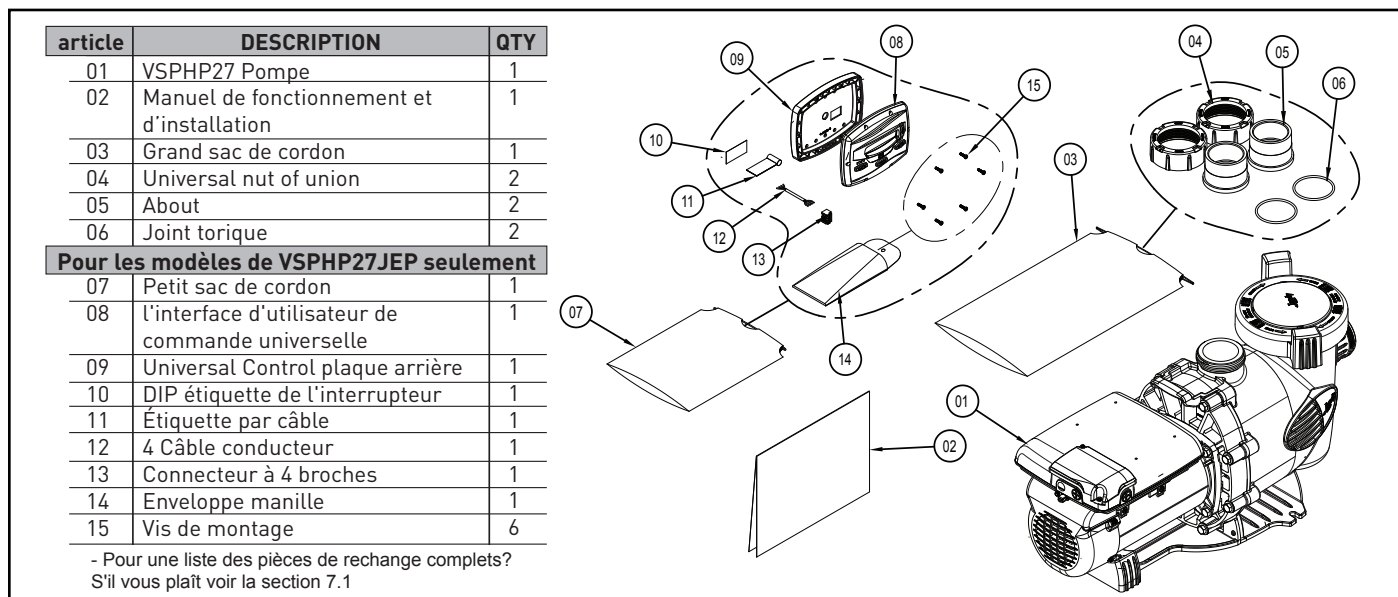

Figure 1. Contenu du carton
Nombre de bouches d'aspiration par pompe - Fournir au moins deux (2) bouches d'aspiration hydrauliquement équilibrées, avec couvercles, en guise de bouches d'aspiration pour chaque conduite d'aspiration de pompe de circulation. Les centres des bouches d'aspiration sur toute conduite d'aspiration doivent être à au moins un (1) mètre (3 pi) l'une de l'autre, de centre en centre. Voir Figure 1.
Le système doit être conçu pour comprendre au moins deux bouches d'aspiration (drains) connectées à la pompe chaque fois que la pompe fonctionne. Cependant, si deux (2) bouches d'aspiration aboutissent à une seule conduite d'aspiration, cette dernière peut être équipée d'un robinet qui coupera les deux bouches d'aspiration de la pompe. Le système doit être conçu de manière à ne pas permettre une fermeture ou un isolement distinct ou indépendant de chaque drain. Voir la Figure 1.
- Inspecter le contenu du carton et vérifier les contenus, voir la "Figure 1. Contenu du carton".